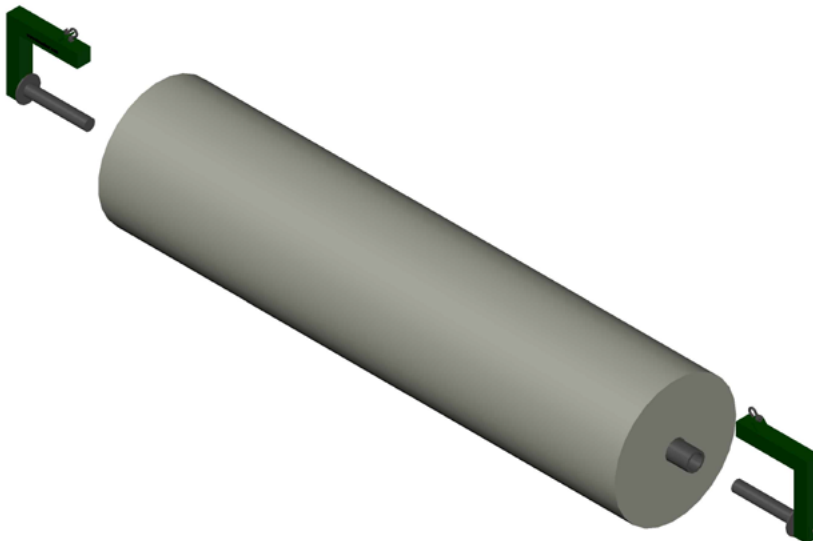

Abb. 3: Traverseneinschübe
- Als Ersatz für eine Traverse können auch seitliche Einschübe genutzt werden, die ein durchgehend eingeschobenes Rohr überflüssig machen. Auf Anfrage stellt HUESKER diese kugelgelagerten Seitenstutzen zur Verfügung (Abb. 3).